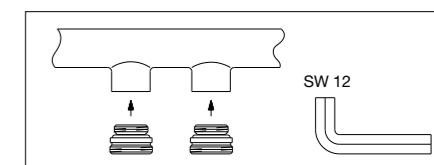

Bild 1 / Illustr. 1 / Fig. 1
1. Visser à fond les mamelons auto-étanches joints (Fig. 1) dans les manchons de raccordement du radiateur (couple d'environ 40 Nm).
1. Die beiliegenden, selbstdichtenden Einschraubstutzen (Bild 1) fest in die Anschlussstutzen des Heizkörpers einschrauben (Drehmoment ca. 40 Nm).